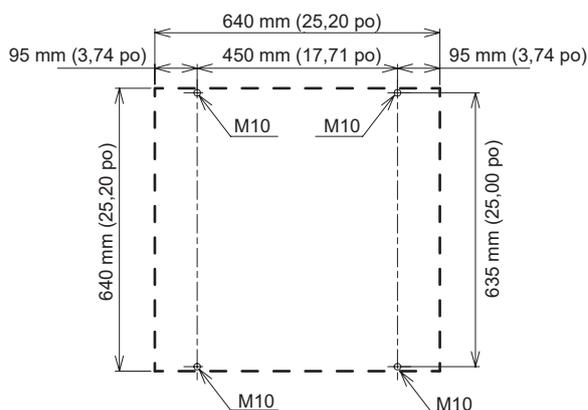

Figure 3 : Mesures en suspension
1. Installez une ouverture de 640 x 640 mm (25,2 x 25,2 po) dans le plafond. Reportez-vous à la Figure 3 à la page 14.